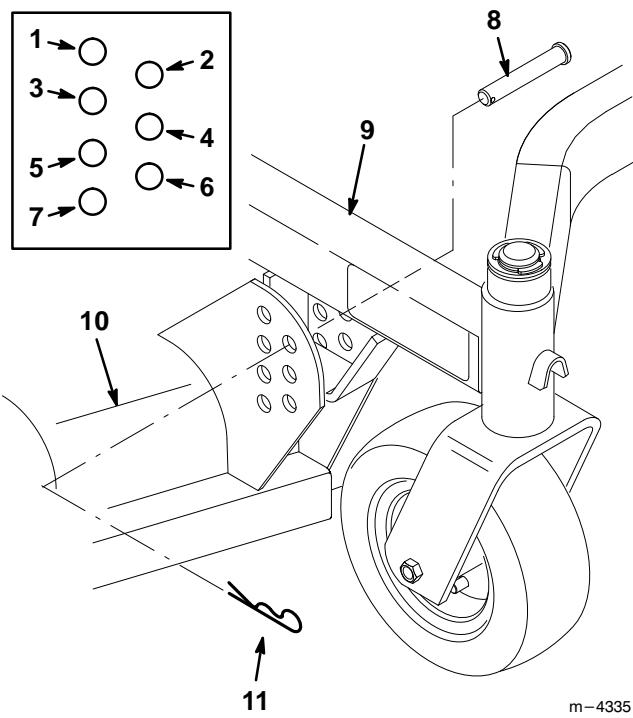

Figure 5
2. Fixer l'unité de coupe au châssis porteur à l'aide de 4 axes de chape et de goupilles épingle (Fig. 5).